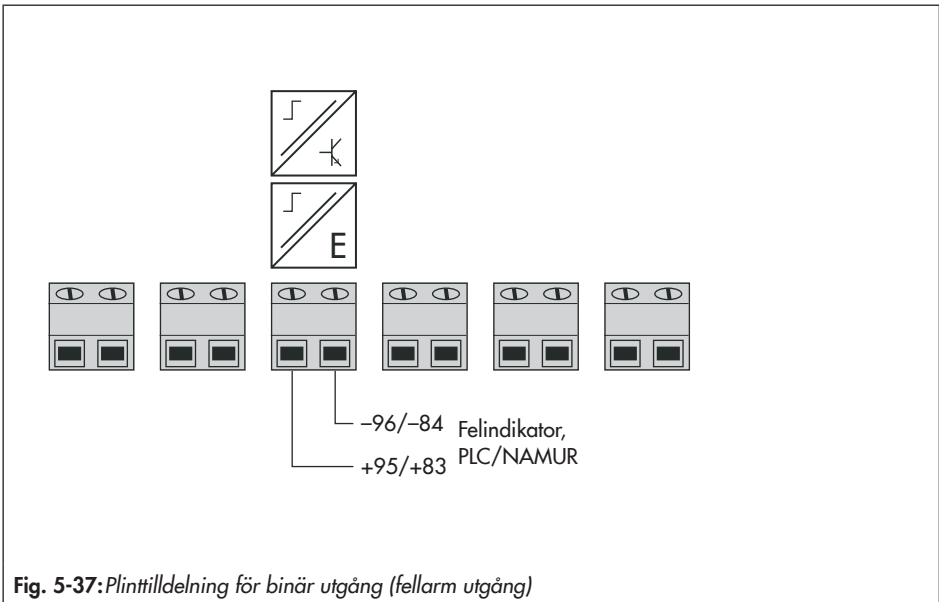

Fig. 5-37: Plinttilldelning för binär utgång (fellarm utgång)
- Anslut alternativ som visas i Fig. 5-32 till Fig. 5-37, om det är nödvändigt.